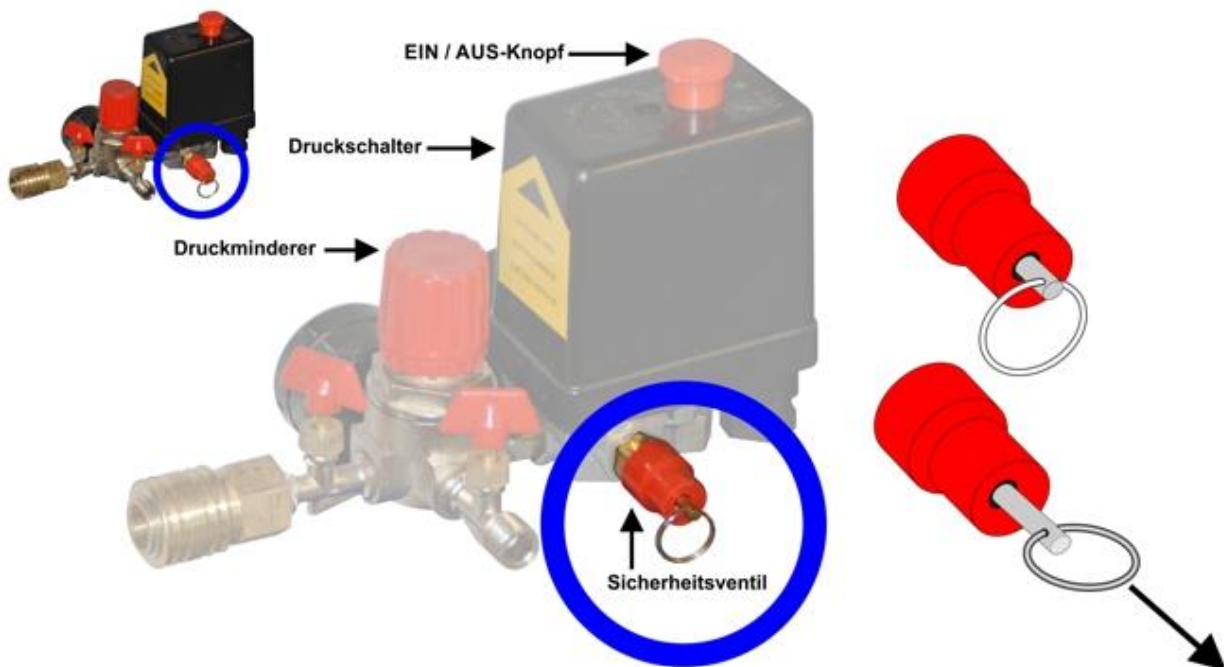

Bild 6 „Sicherheitsventil“
d) Ziehen Sie den Ring (Bild 6) am Sicherheitsventil, um sicher zu gehen, daß die Druckluft aus dem Druckkessel entwichen ist, oder öffnen Sie vorsichtig den Ablaßhahn des Tanks, um den Druck entweichen zu lassen.